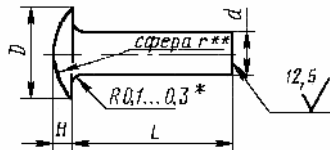

Рис. 4.4.
- ▼ заклепка с плосковыпуклой головкой по ГОСТ 14800-85 (рис. 4.4);